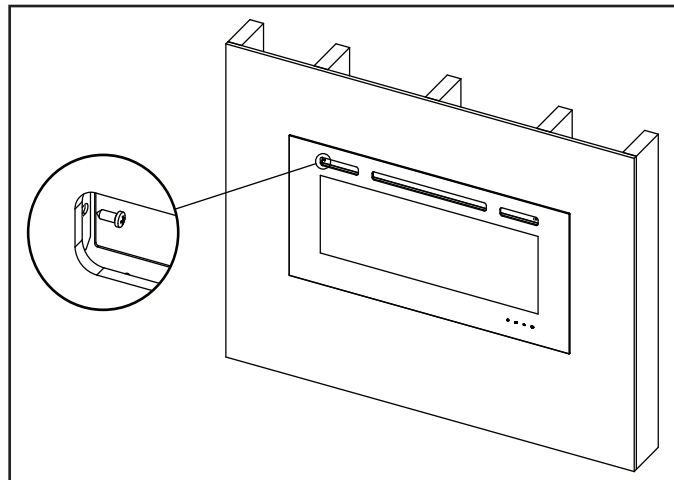

Figure 4.18 Fixer la façade en verre
3. Vissez les deux (2) vis à tête moletée ST3X8 dans les trous filetés du panneau de verre. Vérifiez l'alignement du panneau de verre et serrez fermement les vis. Voir la figure 4.18.